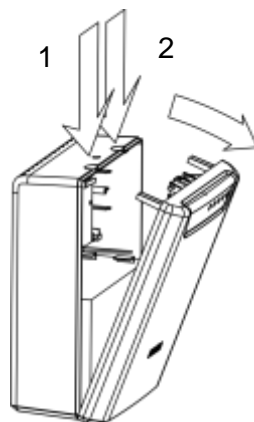

Рисунок 1. Демонтаж крышки блока
3.1.4 Снимите крышку блока в последовательности, показанной на рис. 1. Для этого нажмите на зажимы крышки в точках, указанных стрелками 1 и 2, и выведите зажимы из зацепления с корпусом.